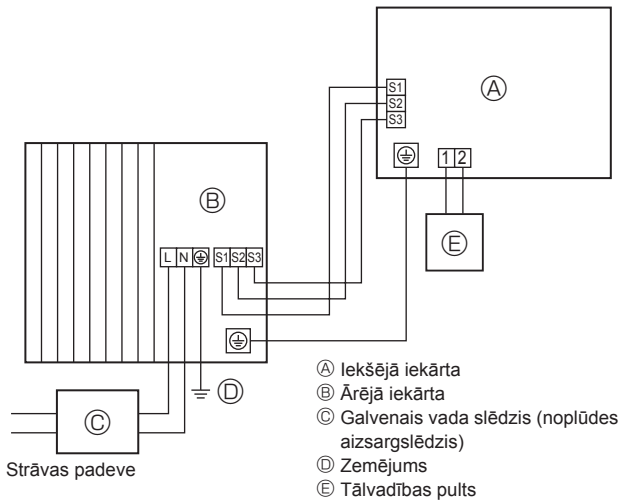
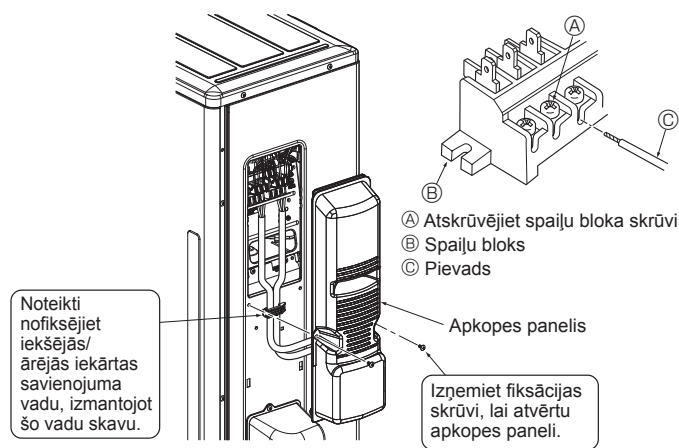
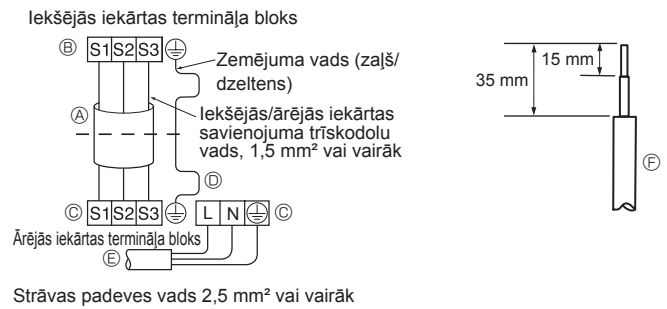

Fig. 6-1
Fig. 6-3
Fig. 6-2
6.1. Ārējā iekārta (Fig. 6-1, Fig. 6-2, Fig. 6-3)
- ① Noņemiet apkopes paneli.
- ② Kabeļu vadojumam ir jāatbilst norādēm šādos attēlos Fig. 6-1, Fig. 6-2 un Fig. 6-3.
- Vadojums jāuzstāda, ievērojot norādes attēlā apakšējā kreisajā pusē. (Kabelis ir jāiegādājas pašiem) (Fig. 6-2)